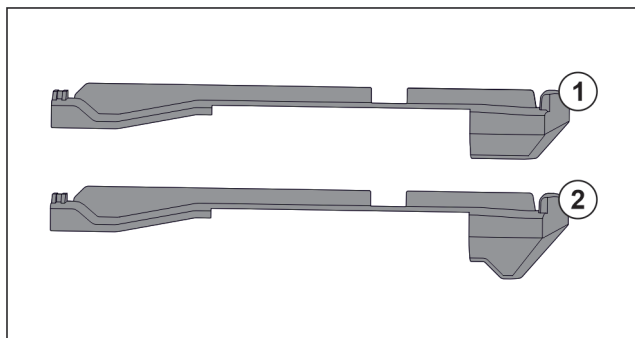

Fig. 147 Сравнение вставных частей
В устройстве находятся две разные вставные части. Вставная часть над самым нижним выдвижным ящиком Fig. 147 (2) имеет треугольную кромку. Все прочие вставные части Fig. 147 (1) имеют прямую кромку.
- ▶ Установите вставную часть Fig. 147 (2) с треугольной кромкой над самым нижним выдвижным ящиком.
- ▶ Установите вставную часть Fig. 147 (1) с прямой кромкой на все прочие места.